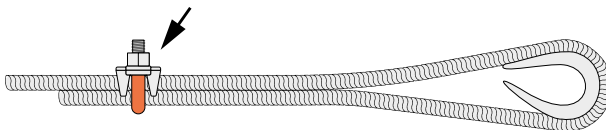

Abbildung 3
- Schlagen Sie das Seil in der in Tabelle 1 angegebenen Länge von der Kausche oder Schlaufe zurück (siehe Abb. 3).